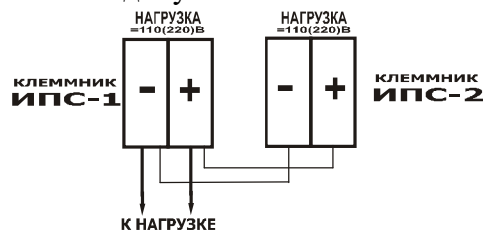

Рис.4
**6.7.** **ИПС** допускает включение на параллельную работу (см. рис.4)